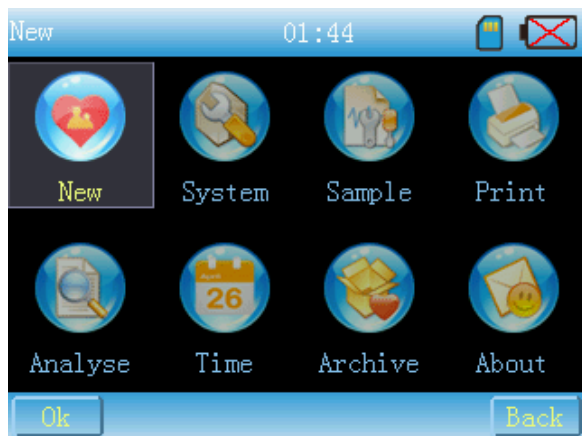

Fig. 13-2-4
- 4 **Menu** Cliccare questa icona o il tasto del menù per entrare nel menù principale come da Fig.13-2-4.